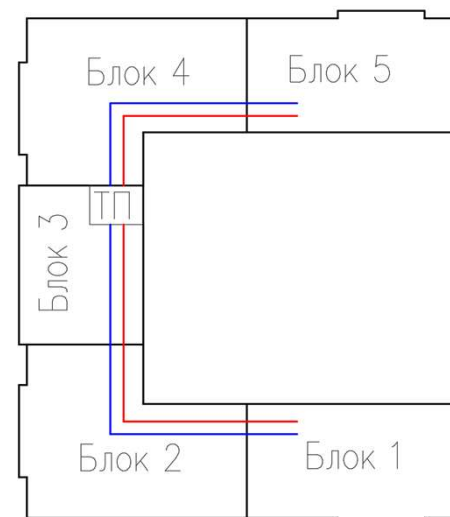

Рис. 2
- При наличии технического подполья (подвала) разводку трубопроводов выполнять в подвале жилых блоков (Рис. 2).